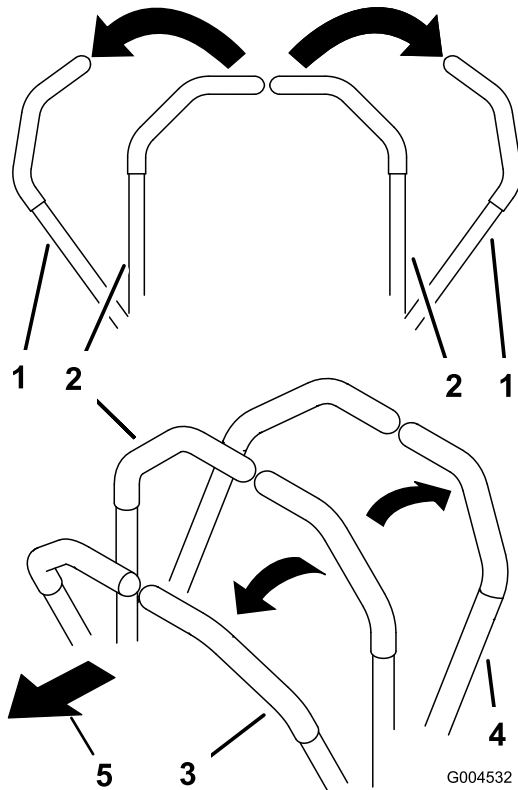

Figura 17
2. Para ir hacia adelante, empuje lentamente las palancas de control de movimiento hacia adelante (Figura 17).
Para ir recto, aplique la misma presión a ambas palancas de control de movimiento (Figura 17).
Para girar, deje de empujar la palanca de control de movimiento del lado al que desea girar (Figura 17).